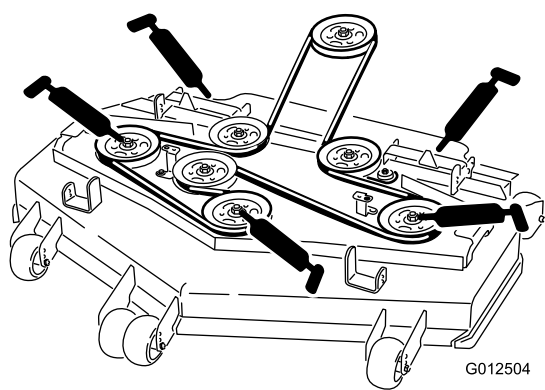

Figure 33
6. Graissez les roulements des trois axes jusqu'à ce que la graisse ressorte (Figure 33).
7. Lubrifiez les graisseurs des bras de poussée (Figure 33).